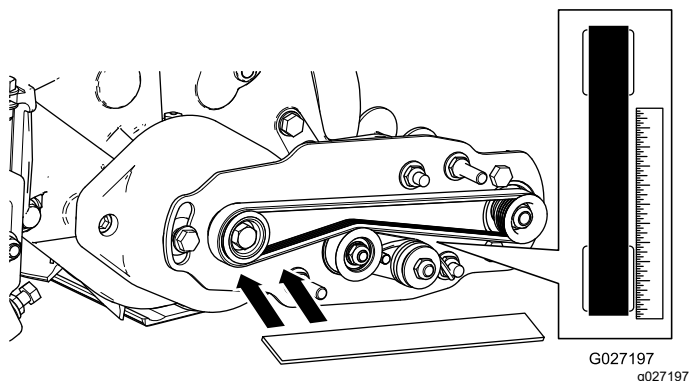

Рисунок 16
- Установите проверочную линейку на наружную поверхность **ведущего** шкива (Рисунок 16). **Не** устанавливайте проверочную линейку одновременно на ведущий и ведомый шкивы.